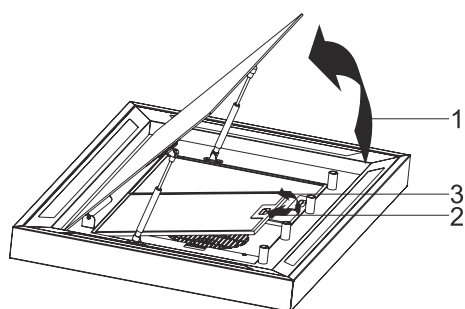

Fig. 15
1. ➤ Løft glaslåget (Fig. 15/1)
Tryk på tapperne i fedtfilterne (Fig. 15/2) og fjern fedtfilterne (Fig. 15/3)